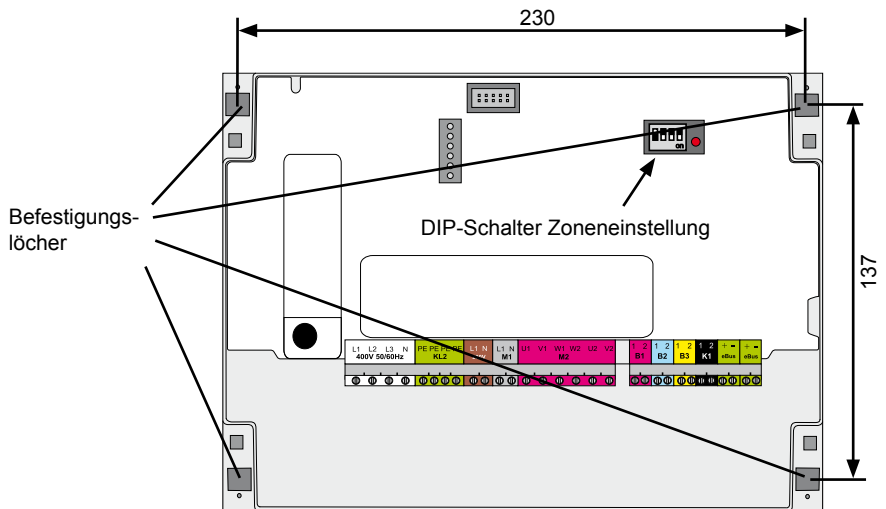

Abbildung 2
- Lüftungsmodul entsprechend Abbildung 2 an der Wand befestigen